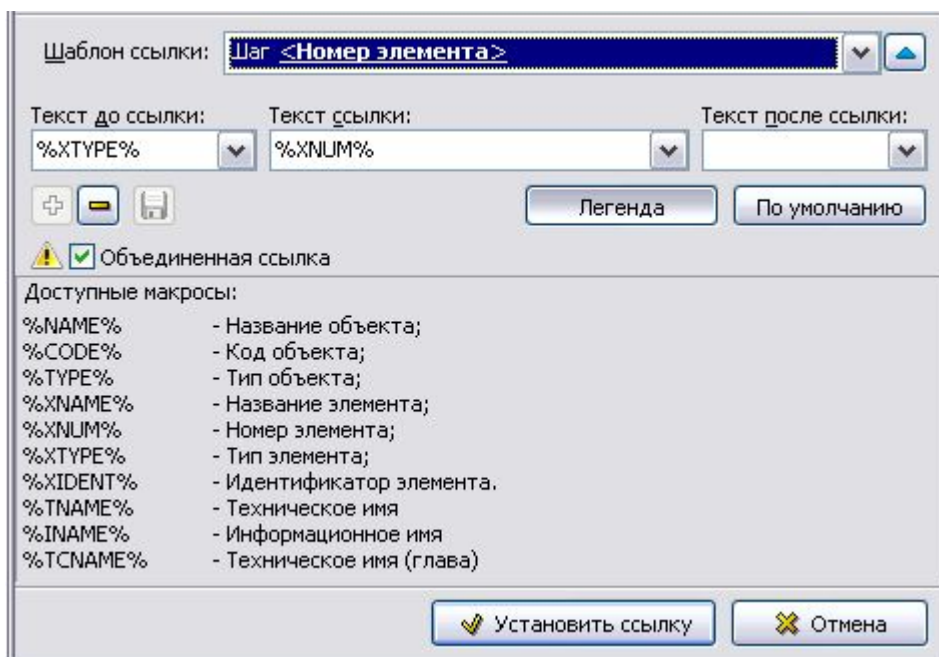

Рис. 3.219
- Установка флага **Объединенная ссылка** позволяет объединить ссылку на модуль данных и на элемент модуля данных. В этом случае в перекрестную ссылку можно включать макросы, относящиеся к модулю данных (%NAME%, %CODE%, %TYPE%, %TNAME%, %INAME, %TCNAME) (Рис. 3.219).